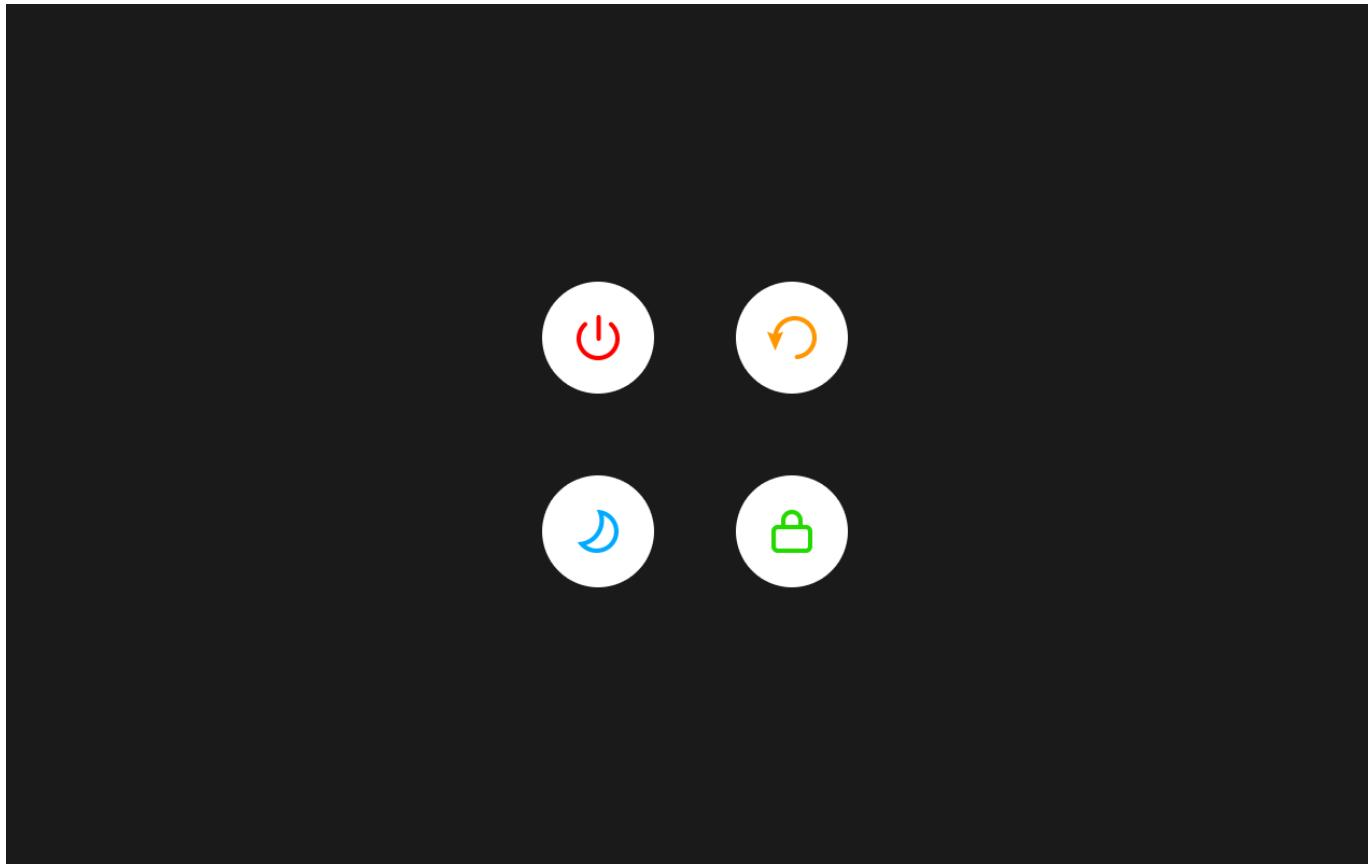

图12-13 关机界面
长按或短按电源键(⑤)，将进入关机界面，见图 12-13。包含 4 个选项：关机、重启、待机、锁屏。